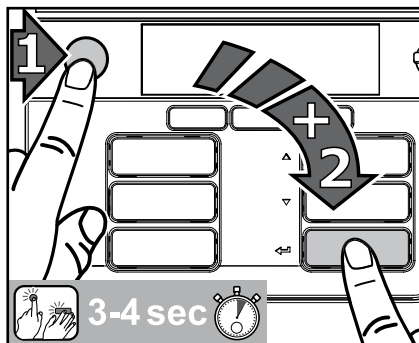

Fig. 34
1. Tryk først på STOP-knappen og så på enter-knappen  og hold dem nede samtidig i 3-4 sekunder for at komme ind i rengøringsmodus (fig. 34).